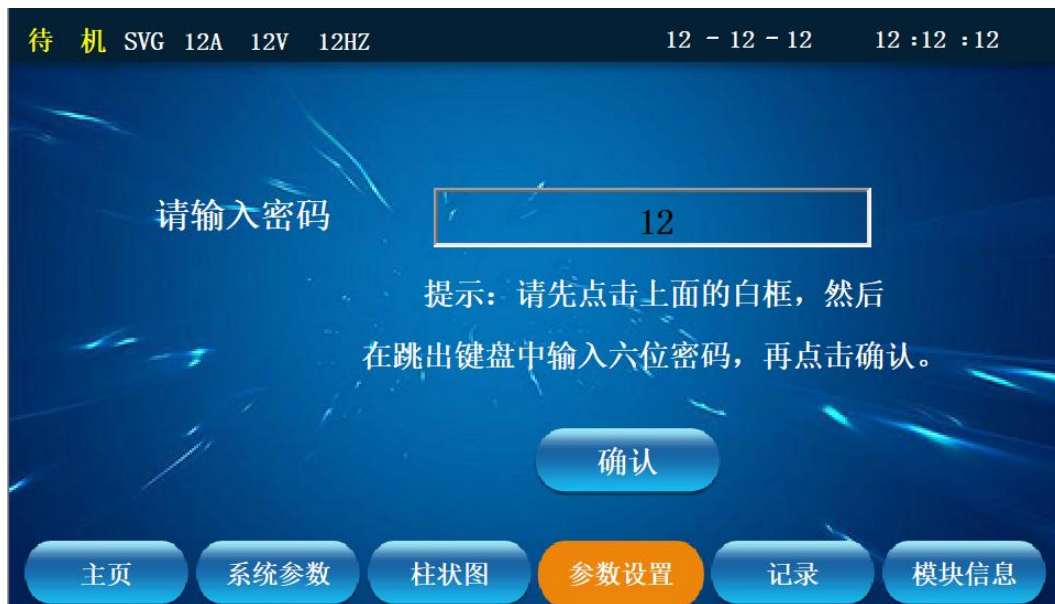

图 4-1 参数设置-输入密码
1. 上电后，LCD 屏点亮，进入“参数设置”界面，输入密码“123456”，如图 4-1 所示。